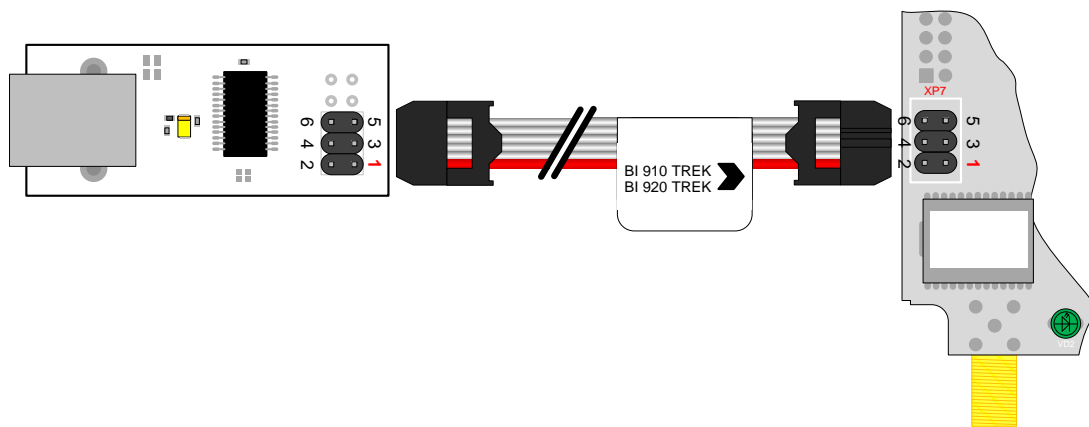

Рисунок 7.5. Підключення трекера до програматора
7.1.2. Під'єднайте шлейф для налаштування до роз'єму XP7 на основній платі трекера таким чином, щоб **червоний** кабель шлейфу підключався до ноги 1 на платі трекера і програматора (рисунок 7.5).